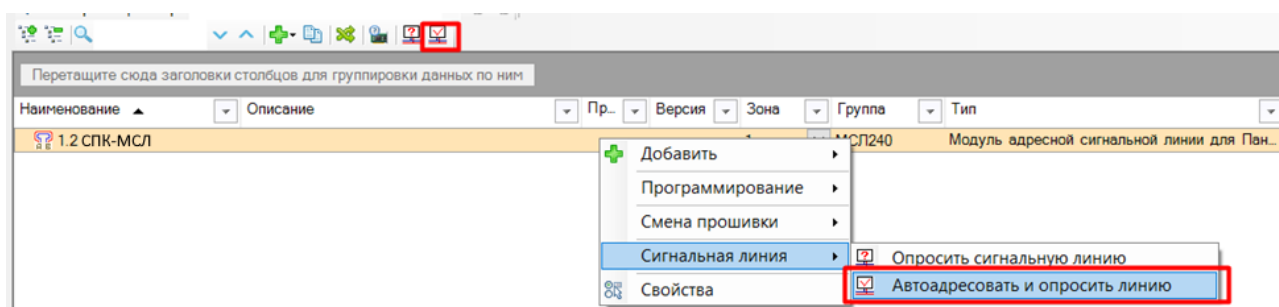

Рис. 48
1. Если МК-ПТ вар. П уже физически подключен к линии, его можно **"автоадресовать и опросить"** (при автоадресации всем устройствам в линии будет присвоен адрес от 1 до 240, начиная с стороны линии А в сторону Б), далее линия будет опрошена и информация о подключенных устройствах выведется в ПО "Стрелец-Мастер" (см. рис. 48).